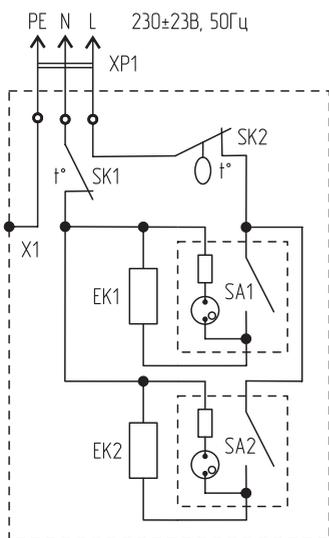

Рисунок 2.
5.2. Схема электрических соединений и узлов конвектора ТК-1000.1 показана на рис. 2, поз. А. Нагревательный элемент имеет один нагреватель EK1, в цепь питания которого включен рокерный переключатель с подсветкой SA1, термовыключатель защиты от перегрева SK1 и биметаллический термостат SK2.
5.3. Схема электрических соединений и узлов конвектора ТК-1500.2, ТК-2000.2 показана на рис. 2, поз. Б. Нагревательный элемент имеет два независимых нагревателя EK1 и EK2, которые могут включаться независимо друг от друга, обеспечивая 100% или 50% номинальной мощности конвектора. В цепь питания нагревателей включены рокерные переключатели с подсветкой SA1 и SA2, термовыключатель защиты от перегрева SK1 и биметаллический термостат SK2.